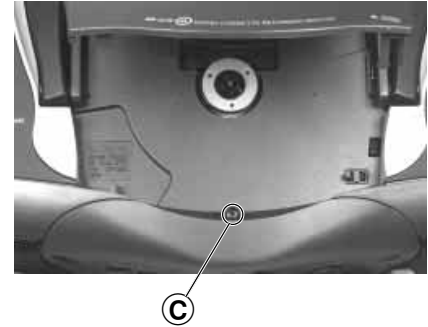

Fig. 2
- Schraube (C) im CD-Fach (Fig. 2) herausdrehen.
- Undo the screw (C) in the CD compartment (Fig. 2).